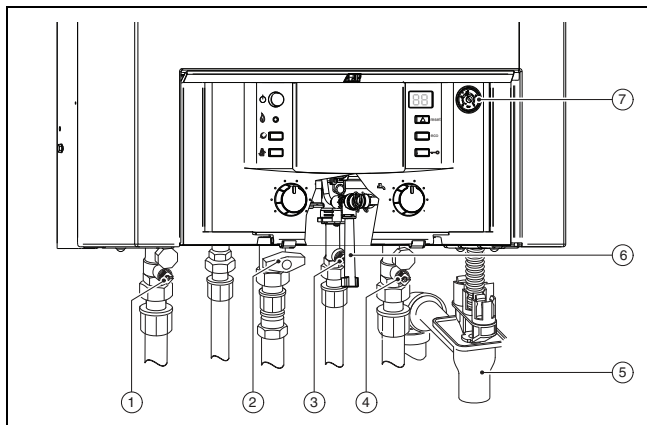

Fig. 1
Sicuramente l'installatore Vi ha indicato come eseguire il riempimento. In caso contrario, rivolgersi alla ditta installatrice. Il rubinetto di riempimento si trova al di sotto della caldaia, fra l'attacco per il ritorno riscaldamento e ingresso acqua fredda sanitaria (→ pag. 11, fig. 1, pos. 6).